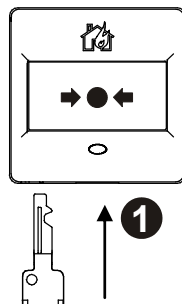
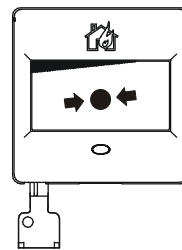

Fig. 7
Fig. 8
1. Insert the key in the detector to cause the insert to move (Fig. 7 and Fig. 8).
1. Stecken Sie den Schlüssel in den Melder, so dass sich der Einsatz verschiebt (Fig. 7 und Fig. 8).
1. Introduisez la clé dans le détecteur de façon à déplacer l'insert (fig. 7 et fig. 8).
1. Inserte la llave en el pulsador, de modo que se desplace la pieza (Fig. 7 y Fig. 8).